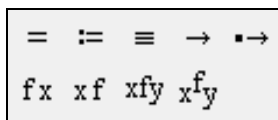

Рис. 1.6. Панель **Вычисления (Evaluation)**
4. **Вычисления (Evaluation)** – шаблонами знаков присвоения значений переменным и получения значений переменных (рис. 1.6).